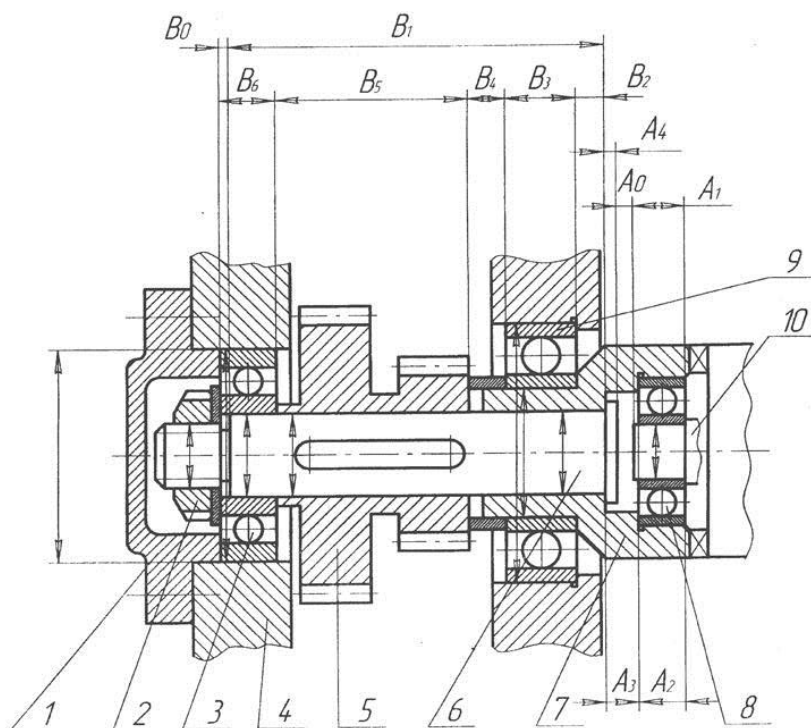

Рисунок 1. Передаточный механизм с полумуфтой
Задание 1. Исходные данные (рисунок 1): механизм служит для передачи вращения с различными частотами вращения от блока шестерен 5 через вал 6 и полумуфту 7 на входной вал 10 исполнительного механизма, соединенный соосно с полумуфтой 7 посредством подшипника качения 8 легкой серии. Блок шестерен 5 соединен с валом 6 через шпонку на переходной посадке, а полумуфта 7 с валом 6 – на прессовой посадке с натягом. Вал вращается на двух шариковых подшипниках качения 9 тяжелой и 3 средней серий, закрытых слева глухой крышкой 1 на четырех болтах М8, размещенных в отверстиях разъемного корпуса 4 механизма. Вал 10 свободно вращается во втулке (11), запрессованную в шестерню (12).